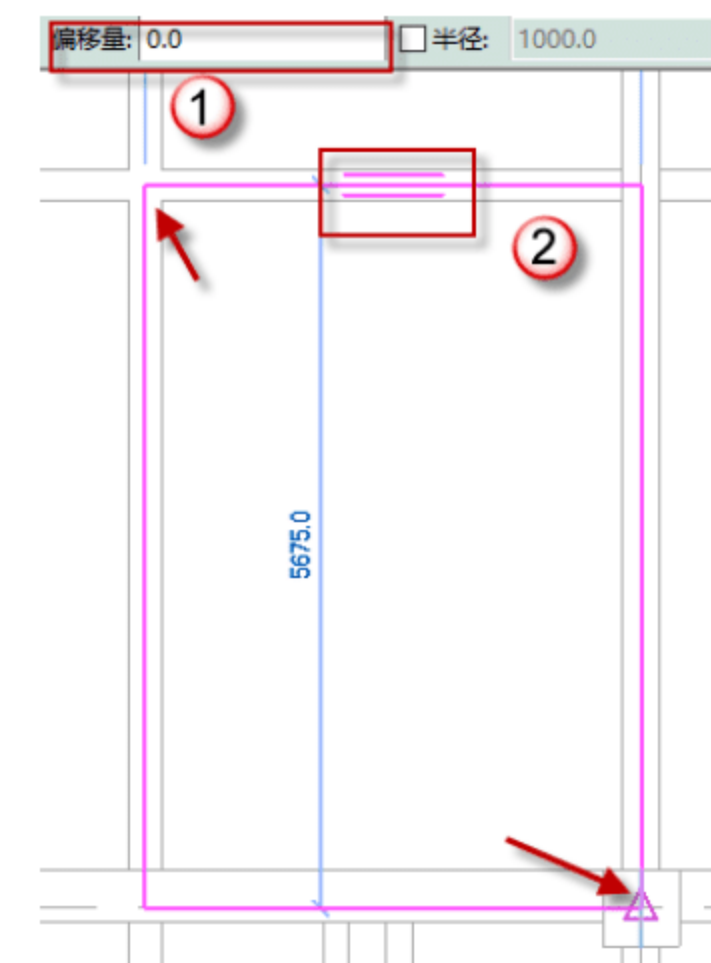

图 4.3.32 绘制 15 号板
(7) 绘制 15 号板，单击“矩形”按钮，绘制 15 号板，调整跨方向，将偏移量设置为 50，单击√按钮，完成绘制，如图 4.3.32 所示。